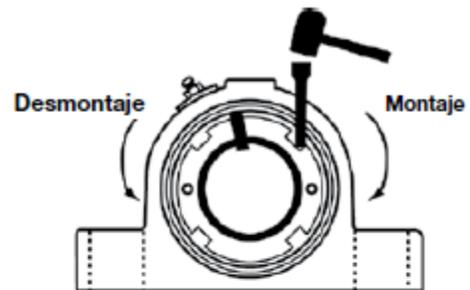

Figura 3
4. (Figura 3) Gire la contratuerca en sentido antihorario hasta que el rodamiento se deslice libremente desde el eje.